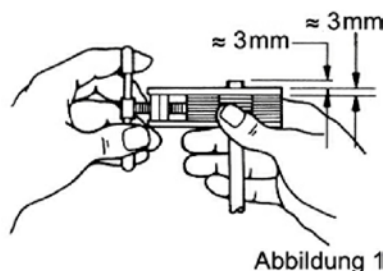

Abbildung 1
2. Schieben Sie das Rohr in die verstellbare Rohrhalterung und positionieren Sie es wie in der Abbildung 1 gezeigt. Die Dicke des Abdeckbleches (siehe Abbildung 1) kann als Anhaltspunkt für die richtige Positionierung des Rohres genommen werden.